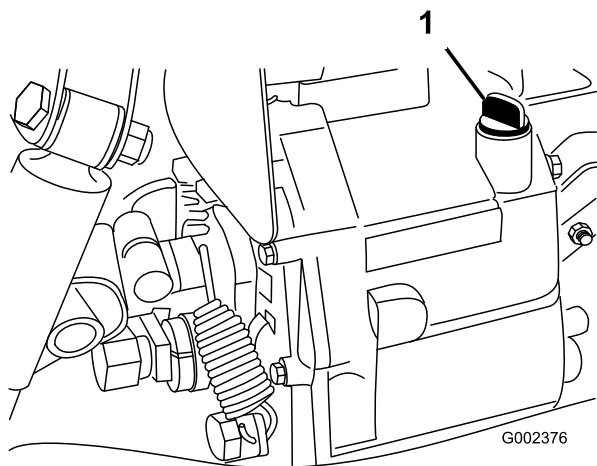

図 68
4. ディップスティック取り付け部の周辺をきれいにぬぐう 図 68。